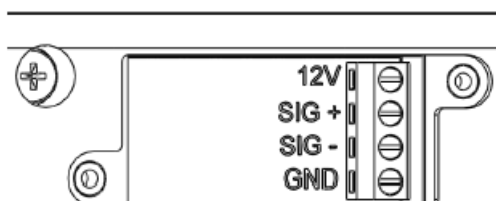

Рисунок 3-12: Сведения о электроподключении
- 5 При выполнении подключения смотрите Рисунок 3-12. Также, смотрите описание датчика, предоставленное в Таблица 3-1.